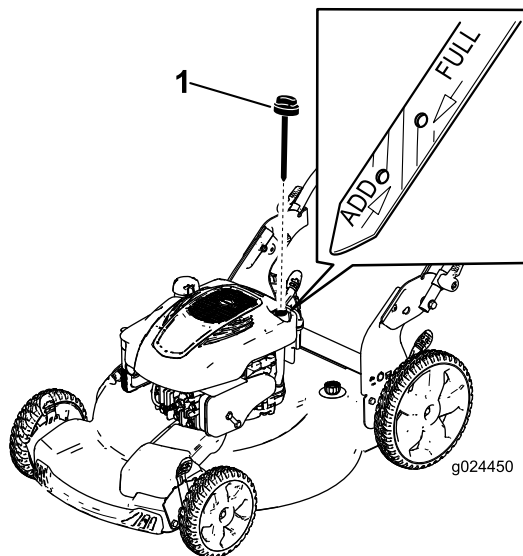

Figure 21
3. Retirez la jauge (Figure 21).
10. Observez le niveau d'huile indiqué par la jauge (Figure 21).